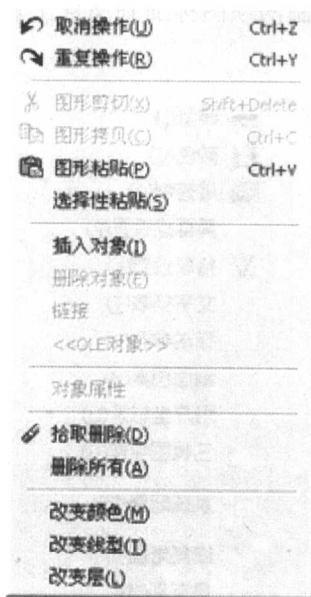

图 1-4 编辑下拉菜单
(2) 编辑 该菜单项主要用于对绘制图形对象进行编辑, 功能包括取消操作、重复操作、图形剪切、图形复制、图形粘贴、选择性粘贴、插入对象、删除对象、链接、对象属性、拾取删除、删除所有、改变颜色、改变线型和改变层等命令, 图 1-4 所示为“编辑”下拉菜单。